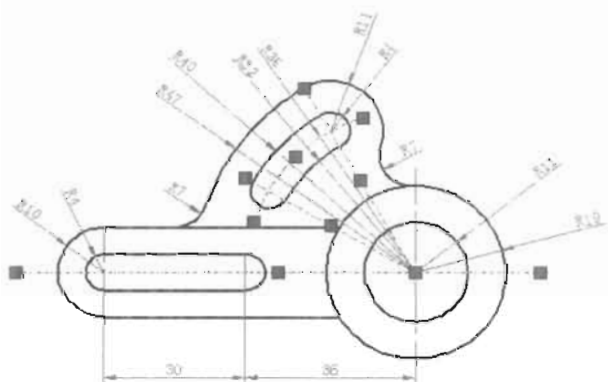

图 5-112
(3) 在单击了“应用”按钮之后，接着在视图中框选所有对象，命令提示行中会显示找到几个满足条件的对象，再按 Enter 键即可选中所有的点画线，如图 5-112 所示，命令执行过程如下。